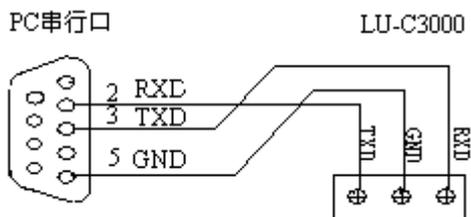

图5.1 RS232通讯接线方法
**硬件连接：**RS232的通讯接口为接线端子：1（TXD）、2（GND）、3（RXD）脚分别接标准9针串口口的2、5、3脚。用户只需将所配备的RS-232三芯通讯线的一端接于此端口，另一端与上位机的串行口相连。其连接方式见图5.1。